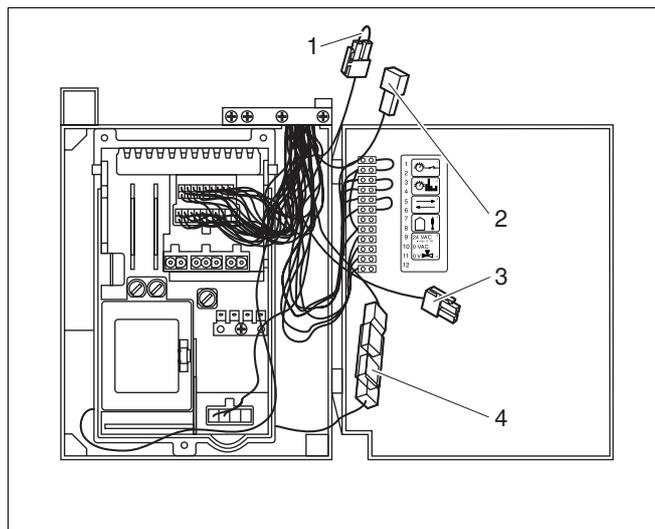

Abb. 10 Anschlüsse für externen Wasserspeicher, zweites Magnetventil, modulierende Pumpe und externen Schaltkontakt
- Schalteinheit für zweites Magnetventil (Zubehör) am grünen Stecker (Abb. 10, Pos. 2) anschließen.
- modulierende Pumpe (Zubehör) am Stecker (Abb. 10, Pos. 3) anschließen.
- Schaltkontakt (Abb. 10, Pos. 4) potentialfrei in Reihe einbinden.